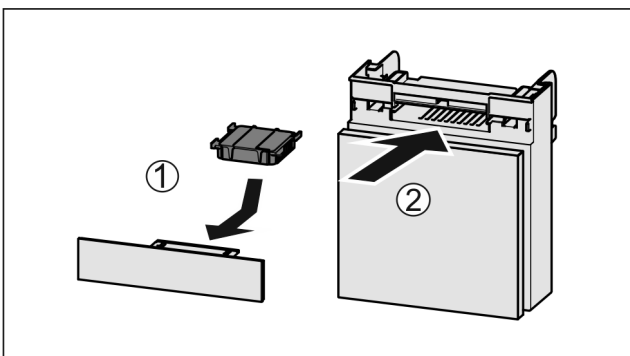

Fig. 43
- ▶ Insérer le filtre à charbon actif d'après le schéma Fig. 43 (1).
- ▶ Insérer le compartiment Fig. 43 (2).